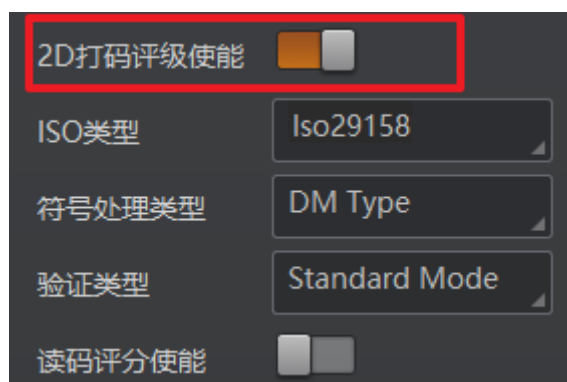

图3-35 打码评级使能
3. 切换运行模式为 **Normal** 模式，并开启打码评级使能，如图 3-35 所示。